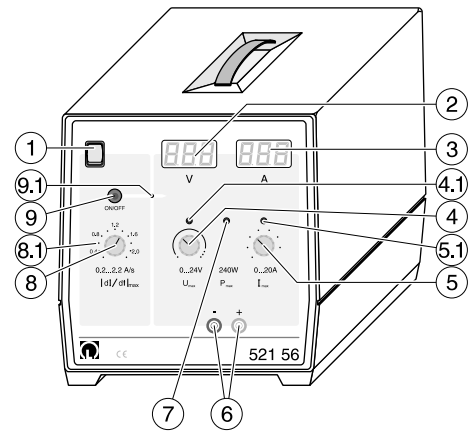

Fig. 1.2 Dreieckstromnetzgerät (521 56)
- ⑦ LED zur Anzeige der Leistungsbegrenzung bei aktiver Leistungsbegrenzung (bei Ausgangsleistungen über 240 W) keine Erhöhung von Spannung oder Strom an den Stellknöpfen ④ oder ⑤ möglich (siehe Abschnitt 3.3)
- ⑧, ⑨ Funktionsteile zur "Dreieck-Steuerung" für den zeitlichen Verlauf des Stromes  $I(t)$  an Ausgang ⑥ ( nur vorhanden beim Dreieckstromnetzgerät, 521 56, siehe Fig. 1.2)
- ⑧ Stellknopf zur Wahl der Steigung  $|dI/dt|$ , mit dem der Strom zwischen 0,2 A und dem mit ⑤ eingestellten Maximalwert ansteigt und abfällt;
- ⑦ LED for indicating current limiting when active power limiting is in operation (at output power levels above 240 W), it is not possible to increase the voltage or current at knobs ④ or ⑤ (see section 3.3).
- ⑧, ⑨ Control elements for triangular-wave form signal of the curve of the current  $I(t)$  over time at ⑥ (triangular wave-form power supply 521 56 only, see Fig. 1.2).
- ⑧ Knob for selecting the slope  $|dI/dt|$  at which the current is to rise and fall between 0.2 A and the maximum value set using ⑤
- ⑨ Taster zum Ein- bzw. Ausschalten der Dreieckstrom-Modus;